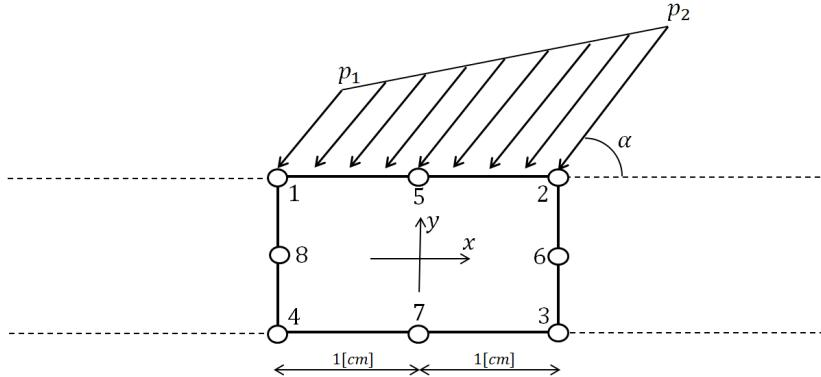

FIGURE 2 – Elément rectangulaire quadratique à 8 noeuds.
Une structure dont l'épaisseur t est petite par rapport aux autres dimensions est étudiée à l'aide d'éléments rectangulaires quadratiques. La figure 2 présente un élément de la structure.
- Combien de degrés de liberté possède l'élément de la figure 2 et quels sont-ils ? Chaque noeud possède deux degrés de liberté u et v correspondant respectivement à un déplacement dans la direction x et y , soit un total de 16 degrés de liberté.
- La face supérieure de l'élément de la figure 2 est soumis à une pression inclinée répartie linéairement entre une valeur p_1 et p_2 (en N/cm). Calculez la répartition nodale de cette pression et exprimez le vecteur force \mathbf{f} pour cet élément.
En projetant $\mathbf{p}(x) = (-p^x, -p^y)$ sur le système d'axe défini à la figure 2, on obtient le vecteur des forces suivants pour l'élément :